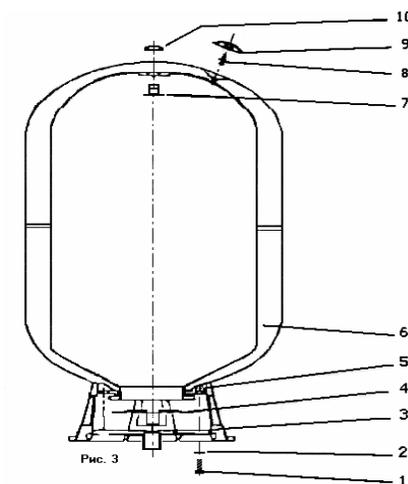

Рис. 3
3. Удалите упаковку бака, снимите защитную заглушку (Рис.3, п.9) и проверьте исходное давление воздуха в баке. Установите давление несколько ниже значения срабатывания реле давления и завинтите защитную заглушку.